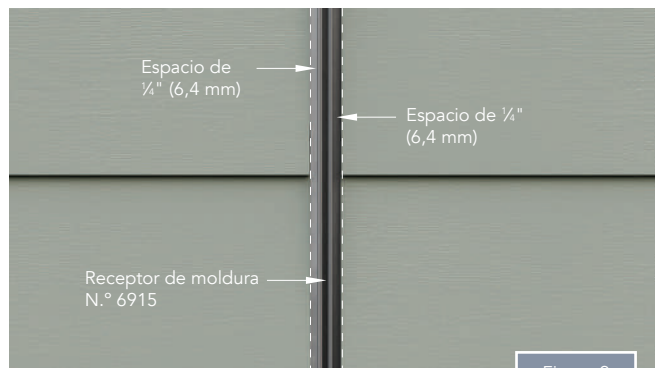

Figura 2
- Instale los paneles de revestimiento según las indicaciones de la guía de instalación. Siempre planifique dejar un espacio de 1/4" (6,4 mm) entre el extremo del panel de revestimiento y los puntos de terminación (Figura 2).